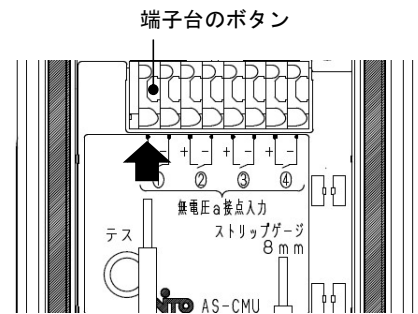

図9 端子部
4. 端子台のボタンを押しながら電線を挿入してください。(図9)